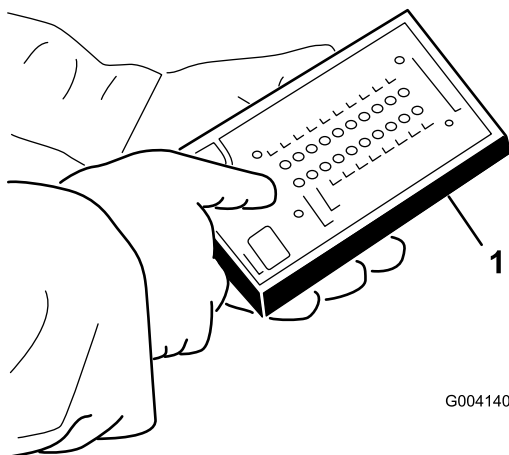

Bild 22
- Schließen Sie den Stecker des ACE-Anzeigewerkzeugs am Diagnostikanschluss an (Bild 22).